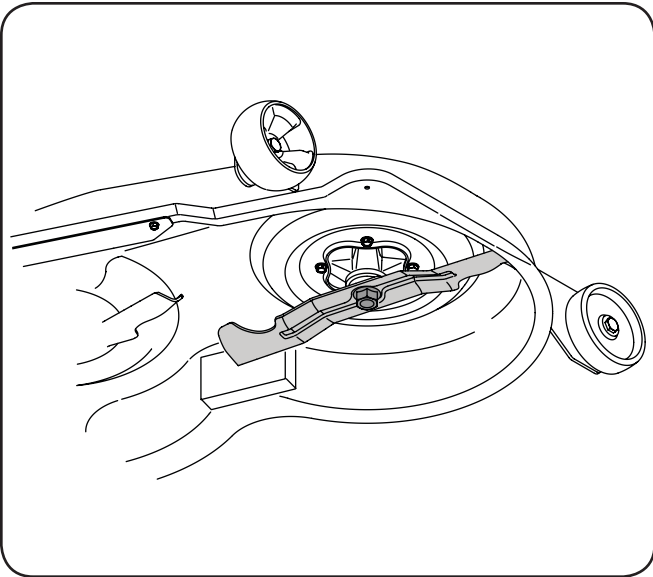

Figure 7-3
- REMARQUE** : Placez une cale de bois entre le déflecteur au milieu du plateau et la lame pour faciliter le desserrage de l'écrou à six pans qui retient la lame. Voir la Figure 7-3.- 2. Retirez l'écrou à bride à six pans qui maintient la lame sur la base de la fusée. Voir la Figure 7-3.